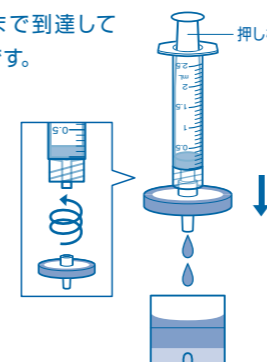

図10
⑩⑨の2.5mLシリンジに⑥のフィルターを取りつけ、液を1滴ずつゆっくりと押し出し、全量を専用カップに回収します。(図10)